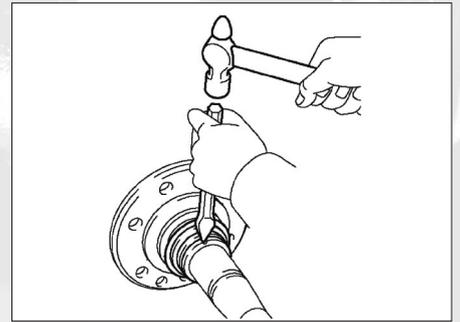

FIG. 28
- Désaccoupler la bague d'étanchéité de l'arbre d'essieu avec précaution (fig. 28).